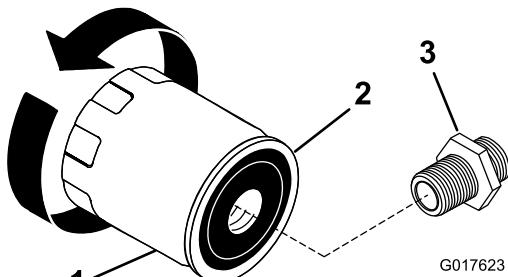

Figura 21
- Retire el filtro usado y límpie con un paño la superficie de la junta del adaptador del filtro (Figura 21).
- Aplique una capa fina de aceite nuevo a la junta de goma sobre el nuevo filtro de aceite (Figura 21).
- Gire el filtro de aceite en el sentido de las agujas del reloj hasta que la junta de goma entre en contacto con el adaptador del filtro, luego apriete el filtro de aceite media o tres cuartos de vuelta más (Figura 21).